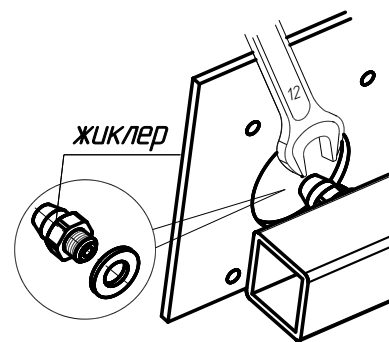

Рис.6. Замена жиклеров основной горелки
- заменить жиклеры основных горелок (Рис.6), проверив соответствие маркировки на жиклерах диаметрам, указанным в таблице 3;